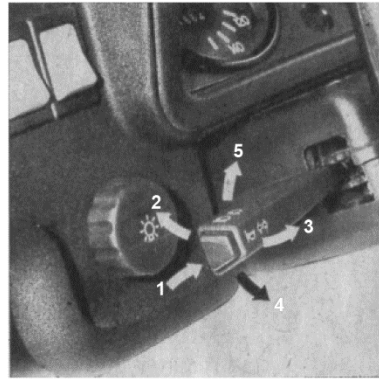

Bild 12: Lenksäulenschalter, links
Bei Zündschloßstellung (P) und gleichzeitigem Schalten des Lenksäulenschalters, links, auf Stellung "Blinklicht, links" (Bild 12/4) ist die Parklichtschaltung in Betrieb.